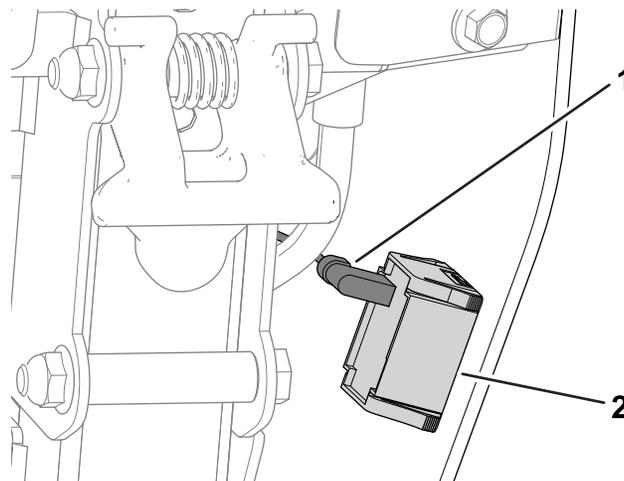

Bild 42
- A. Ziehen Sie den Kabelbaumverbinder vom Betriebsstundenzähler ab (**Bild 42**).